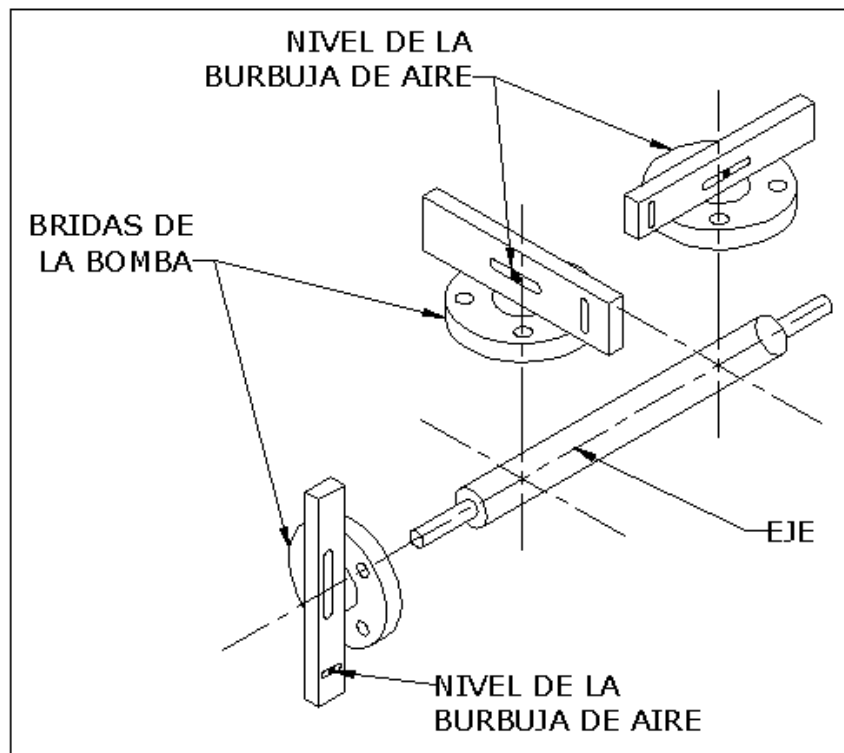

Fig. 3
5. Colocar la unidad sobre la base y nuevamente verificar la nivelación de la motobomba usando principalmente referencia del motor, si es necesario renivelar motor. Fig. 3.